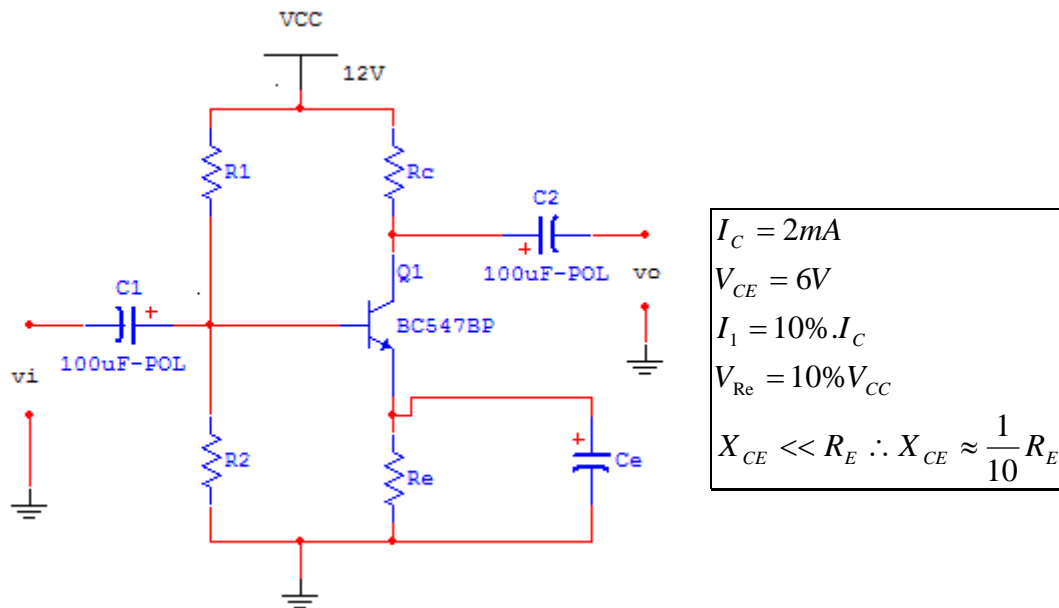

Figura 1: Amplificador de 1 transistor.
3.A. Projetar o circuito da Figura 1 para uma corrente $I_C = 2 \text{ mA}$ e $V_{CE} = 6 \text{ V}$. Como critérios de projeto, adotar $I_1 = 10\% I_C$ e $V_{R_E} = 10\% V_{CC}$. O capacitor C_E serve como um curto-circuito para o sinal AC. Portanto, para que ele funcione de fato como um curto-circuito para o sinal, sua impedância (para o sinal AC) deve ser muito menor que a resistência R_E . Calcular então C_E de modo que sua impedância seja ao menos 10 vezes menor que a resistência R_E para o sinal de 1KHz.
- 4.C. Montar o circuito da Figura 1 com os componentes escolhidos dentre os disponíveis no laboratório. Não colocar ainda os capacitores C1 e C2.